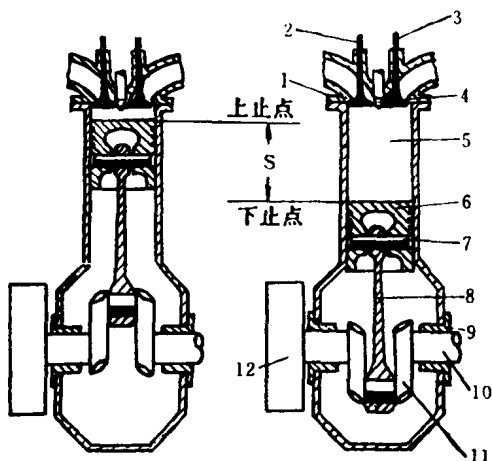

图1 柴油机构造简图
(1) 结构参数。包括汽缸直径和活塞行程，汽缸工作容积和压缩比。
①汽缸直径和活塞行程。每种柴油机都有一个具体的型号，从型号中反映出来的汽缸数和汽缸直径即是主要的结构参数。而活塞行程也是一个相当重要的参数。活塞从上止点移动到下止点时所经过的距离称为活塞行程（图 1）。活塞行程为曲柄旋转半径的 2 倍。例如 S1100 型柴油机的活塞行程为 120 毫米。
②汽缸工作容积。活塞从上止点移动到下止点所扫过的汽缸容积，称为汽缸工作容积。汽缸直径和活塞行程决定了汽缸工作容积。多缸柴油机各缸工作容积之和，称为排量。
③压缩比。活塞位于下止点时的汽缸容积（汽缸总容积），与活塞位于上止点时的汽缸容积（燃烧室容积）之比，称为压缩比。它是一个重要的结构参数，表示气体在汽缸内被压缩的程度。压缩比越大，气体被压缩得越厉害，压缩终了的温度和压力也越高。为了保证柴油机自行着火，需要较